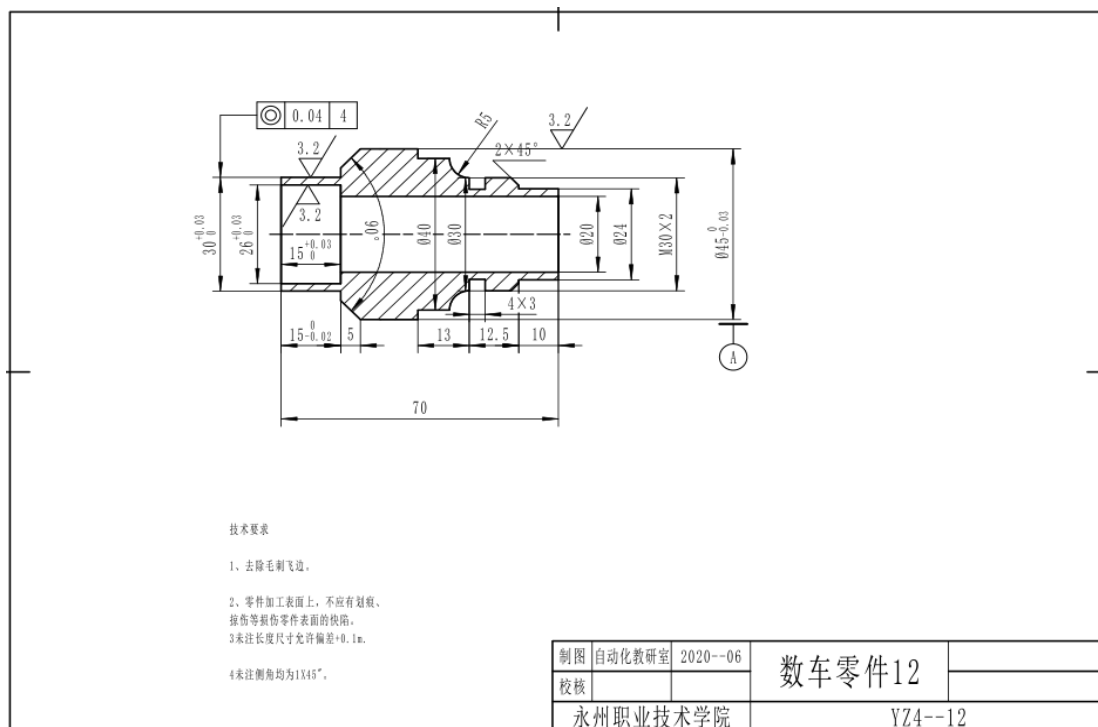

图 4-12 数控车零件 12
**任务 1:** 要求学生能按照相应的生产流程和作业标准完成图 4-12 零件的工艺编制, 并满足零件图的质量要求, 能正确填写相关工艺文件。
**任务 2:** 要求学生按照相应的生产流程和作业标准完成图 4-12 零件的加工, 并满足零件图的质量要求。毛坯尺寸:  $\phi 50 \times 73$  (单位 mm), 材料: 2A12 棒材, 毛坯要求预钻  $\phi 20$  的通孔。